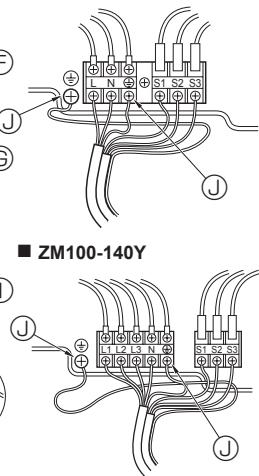

Fig. 6-2
6.1. Utomhusenhet (Fig. 6-1, Fig. 6-2)
① Ta bort servicepanelen.
② Hänvisa till Fig. 6-1 och Fig. 6-2 när kablarna dras.